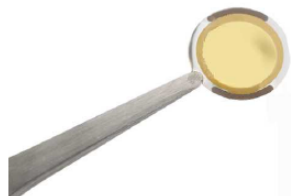

Figura 4. Si prende il sensore toccando solo la parte trasparente del film, utilizzando le pinzette con punta rotonda e superficie liscia.
**Mantenimento e Pulizia del sensore.** Il sensore deve essere conservato nella sua scatola, in un ambiente pulito e privo di polvere. **Non toccare mai il sensore con le mani.** Maneggiare sempre il sensore utilizzando un paio di pinzette (in dotazione) che devono avere un'estremità rotonda e la superficie di presa liscia. Tenere il sensore sul bordo esterno dell'area dell'elettrodo per evitare graffi, come mostrato in Figura 4. **Evitare di graffiare la parte centrale del sensore. Non prendere mai il sensore in prossimità degli elettrodi.**